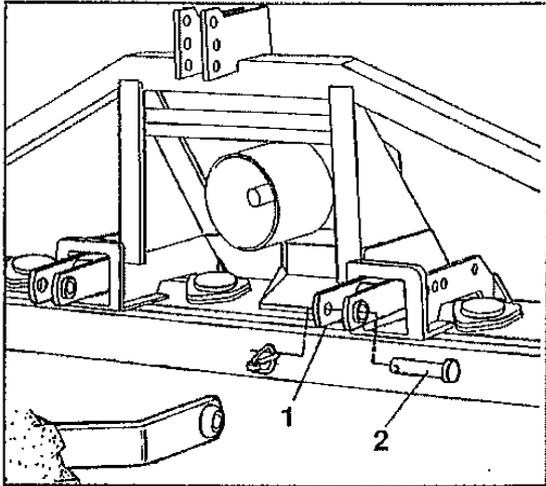

图 1
- ◆ トラクターロアリンクの長さに合わせて、ロアリンクブラケットの位置を決めてください。またピンの差し替えにより 2 段階の位置で使用できます * DC シリーズのみ。(図 1)